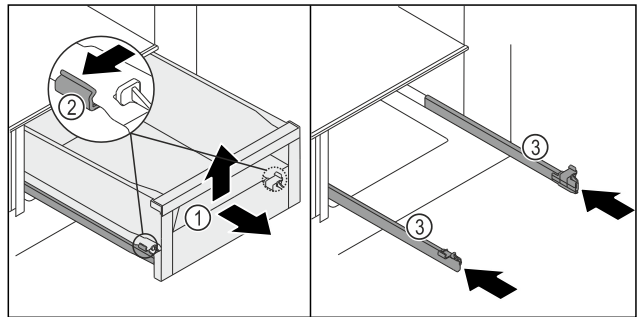

Fig. 100
- Çekmeceyi Fig. 100 (1) sonuna kadar dışarı çekin.
- Kızakların sağ ve solundaki bağlantıyı Fig. 100 (2) aynı anda hafifçe dışarıya doğru bastırın.
- Çekmece Fig. 100 (1) kızaklardan ayrılır.
- Çekmeceyi Fig. 100 (1) önden yukarı kaldırın.
- Çekmeceyi Fig. 100 (1) öne doğru çıkartın.
- Kızakları Fig. 100 (3) içeri itin.